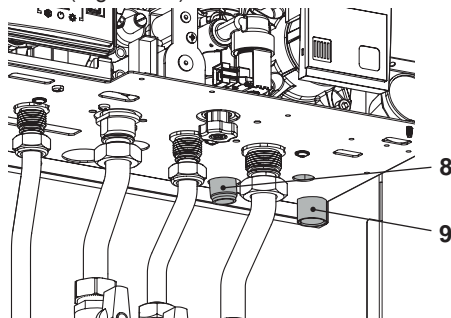

Figura 5.3
- Collegare lo scarico della valvola di sicurezza 9 (Figura 5.3) ad un imbuto di scarico.
- Inserire il tubo flessibile di scarico condensa 8 (Figura 5.3) all'interno del condotto di scarico condensa domestico o nell'imbuto di scarico della valvola di sicurezza, qualora lo scarico sia idoneo a ricevere condensa acida.